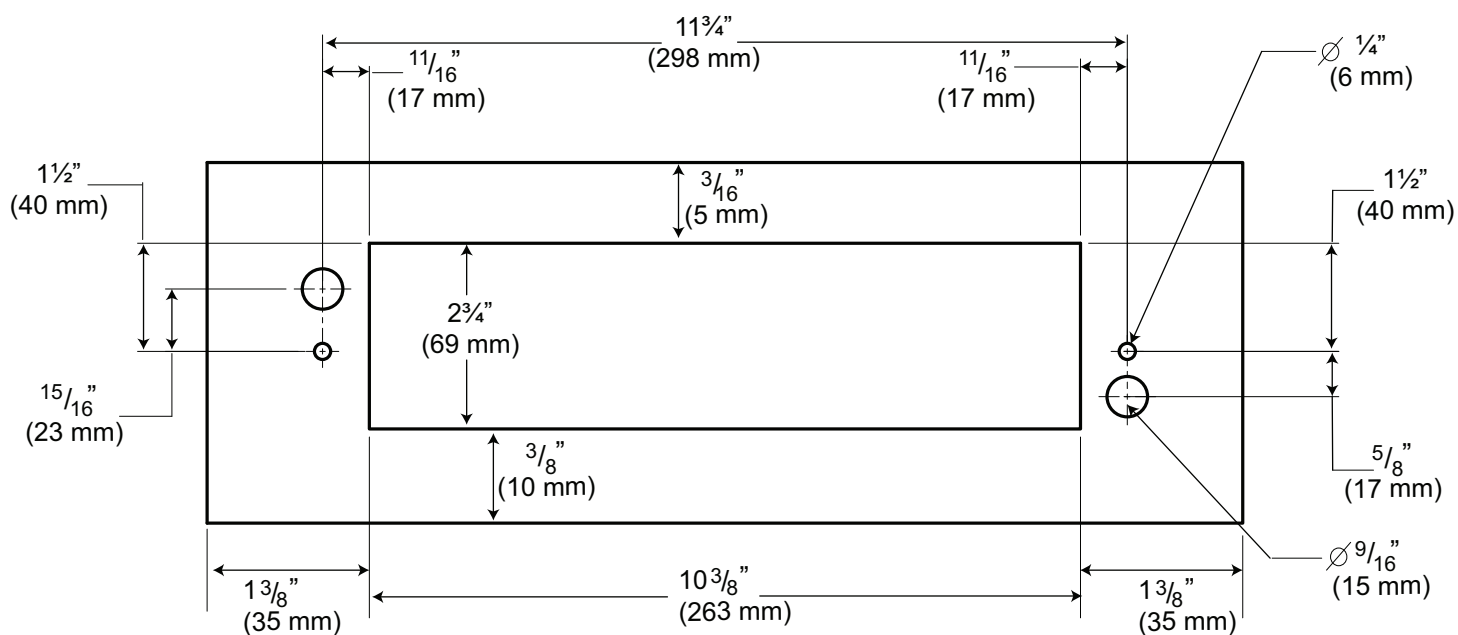

Figura 7: Abertura en la pared, vista frente a la pared
3. Preparación de la pared para la instalación, como se ilustra en la *Figura 7*.